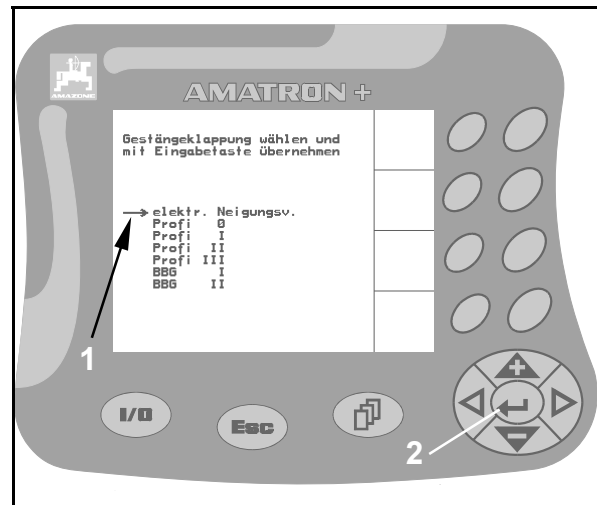

Рис. 16
1. Разместите стрелку выбора (Рис. 16/1) при помощи клавиши  или .
2. Нажмите клавишу  (Рис. 16/2), чтобы ввести выбранную опцию в **AMATRON⁺**.